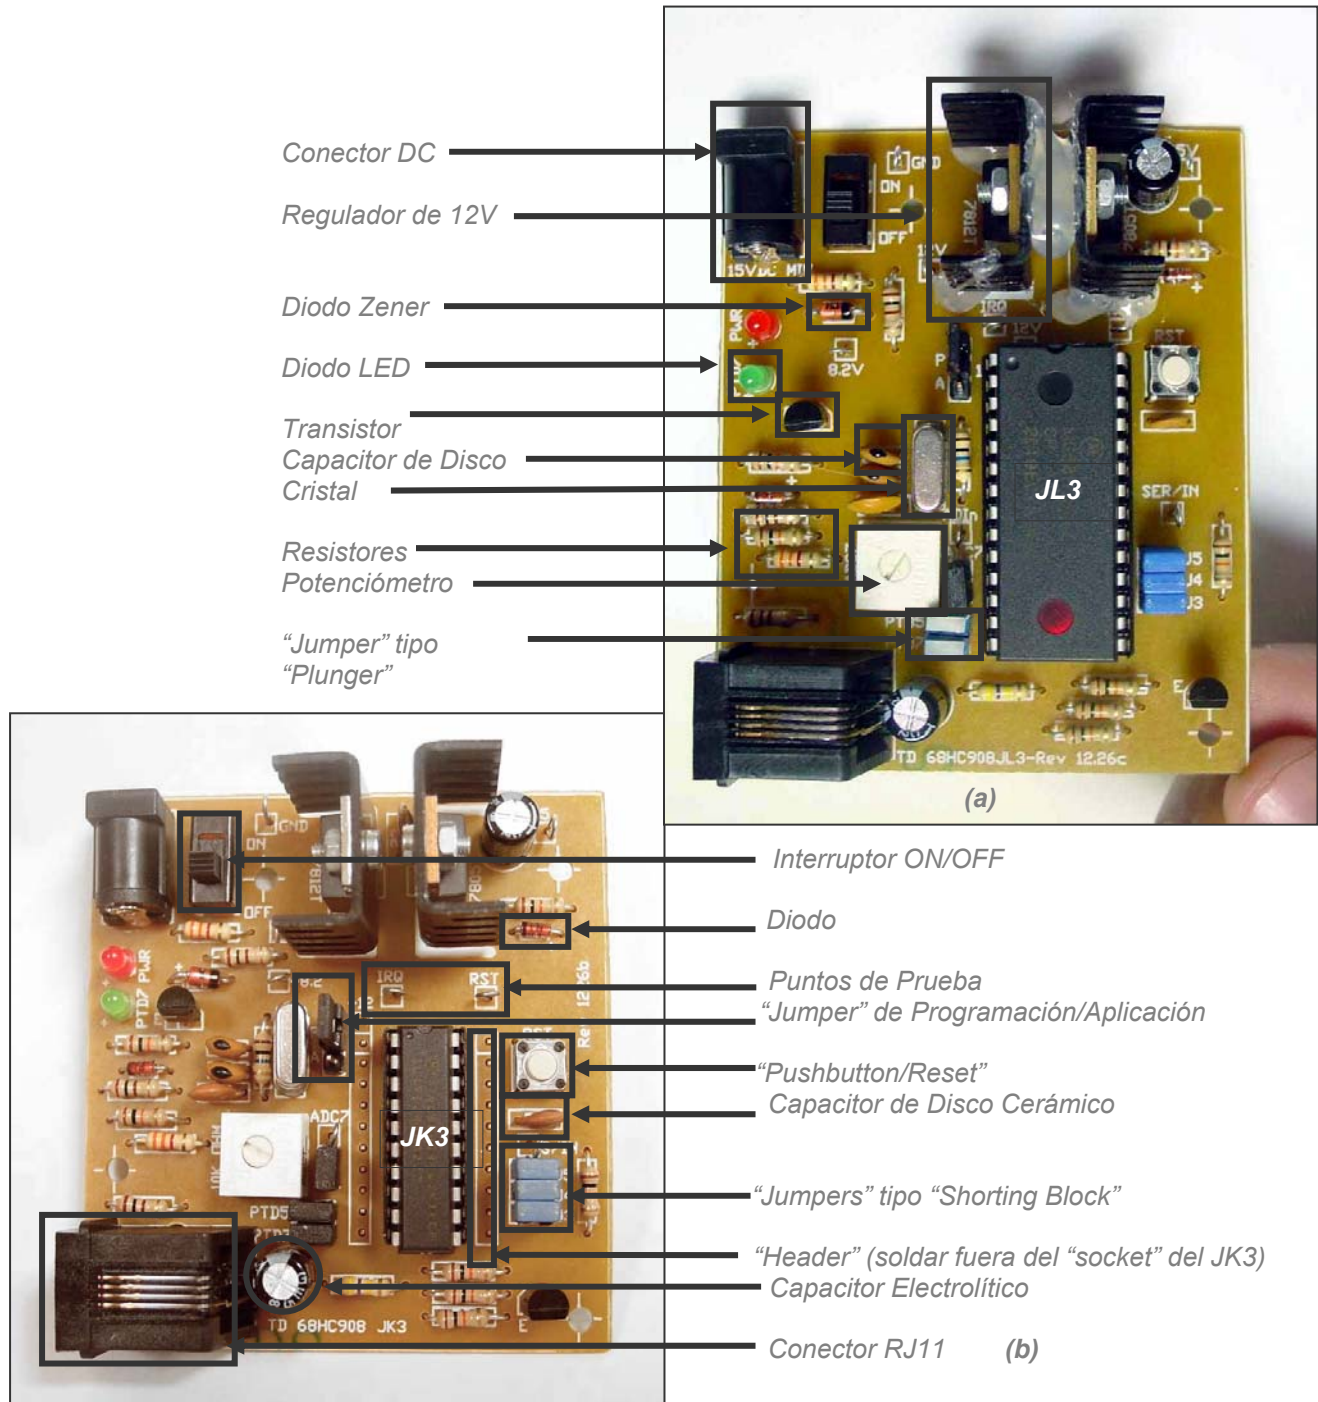
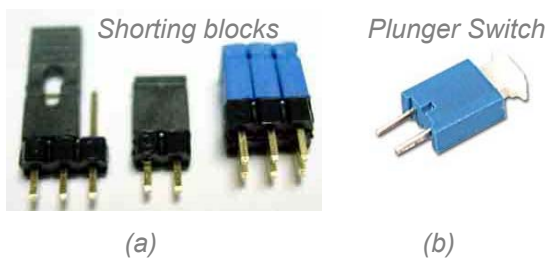

Figura 49. Tarjetas de Desarrollo. (a) TD68HC908JL3. (b) TD68HC908JK3. Usar como referencia al momento de soldar y comparar componentes con la tarjeta a armar.
Figura 59. Jumpers.
¹ Ver figura 50 y 52 para referencia al JL3 y figura 49(b) para el header en el JK3.
³ Ver figura 49(a) para ver la ubicación de los reguladores de voltaje.
(b) Inserte las resistencias y despatíllelas. Según la figura 49, si la resistencia está posicionada horizontalmente, la primera banda está a su mano izquierda apuntando hacia los LEDs; si está posicionada verticalmente, su primera banda apunta hacia los reguladores de voltaje.
⁴ Ver figura 49 y 56
⁵ Ver figura 49 y 56, la franja gris apunta hacia los reguladores o hacia afuera de la placa.
En esta sección refiérase a la figura 59.
⁷ Ver figura 49(a) y 59(b)
- (b) Con los dos (2) primeros grupos de tres (3), insérteles tres (3) “jumpers”.
- (c) Ubíquelos según la figura 49
- (e) Obtenga dos (2) grupos de dos (2) e insérteles dos “jumpers”.
- (f) Ubíquelos según la figura 49 donde irían los tipo “plunger” y suelde.
- (g) Termine de armar los “jumpers” según la figura 59 (“jumper” Programación/Aplicación y ADC), observe su ubicación en la figura 49 y suelde.